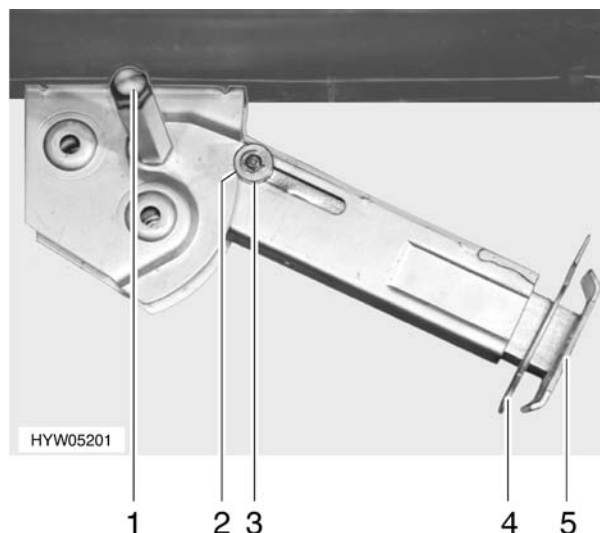

Fig. 13 Piedino di stazionamento
- Inserire la chiave a tubo nell'esagonale (Fig. 13,1) e girare fino a quando il piedino di stazionamento non si trova in posizione verticale verso il basso.
- Estrarre la copiglia (Fig. 13,4) dal prolungamento dell'estremità del piedino (Fig. 13,5).
- Inserire la chiave a tubo nell'esagonale (Fig. 13,1) e girare fino a quando il piedino di stazionamento non si stacca dal terreno.
- Spingere completamente all'interno il prolungamento dell'estremità del piedino (Fig. 13,5) e inserire la copiglia (Fig. 13,4) nel foro apposito.
- Girare la chiave a tubo nell'esagonale (Fig. 13,1), fino a quando il piedino di stazionamento non è sollevato verso l'alto e la guida (Fig. 13,3) è rientrata totalmente nell'intaglio (Fig. 13,2).
- ▷ Accertarsi che tutti i piedini di stazionamento siano completamente chiusi, che tutti i prolungamenti siano totalmente rientrati e fissati con la copiglia (Fig. 13,4), e che la guida (Fig. 13,3) sia rientrata nell'intaglio (Fig. 13,2).